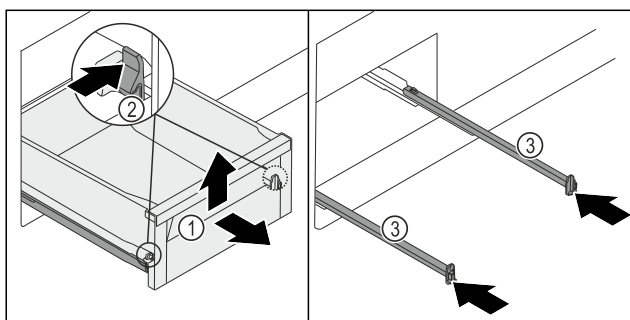

Fig. 125
- ▶ Вытяните выдвижной ящик Fig. 125 (1) до упора.
- ▶ Одновременно вдавите зажим Fig. 125 (2) слева и справа внутрь.
- ▶ Выдвижной ящик Fig. 125 (1) снимается с направляющих.
- ▶ Приподнимите выдвижной ящик Fig. 125 (1) спереди.
- ▶ Извлеките выдвижной ящик Fig. 125 (1) движением вперед.
- ▶ Задвиньте направляющие Fig. 125 (3).